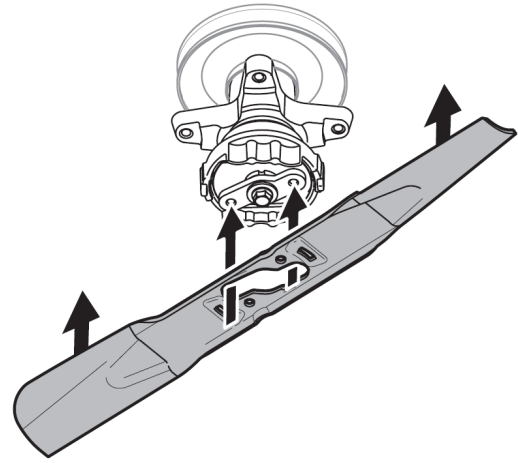

Figure 48
3. ブレードをスピンドルアセンブリの下に配置し、ブレードの中央にある大きな開口部をトラクターのブレードリテーナーの上に注意深く合わせます。図48を参照